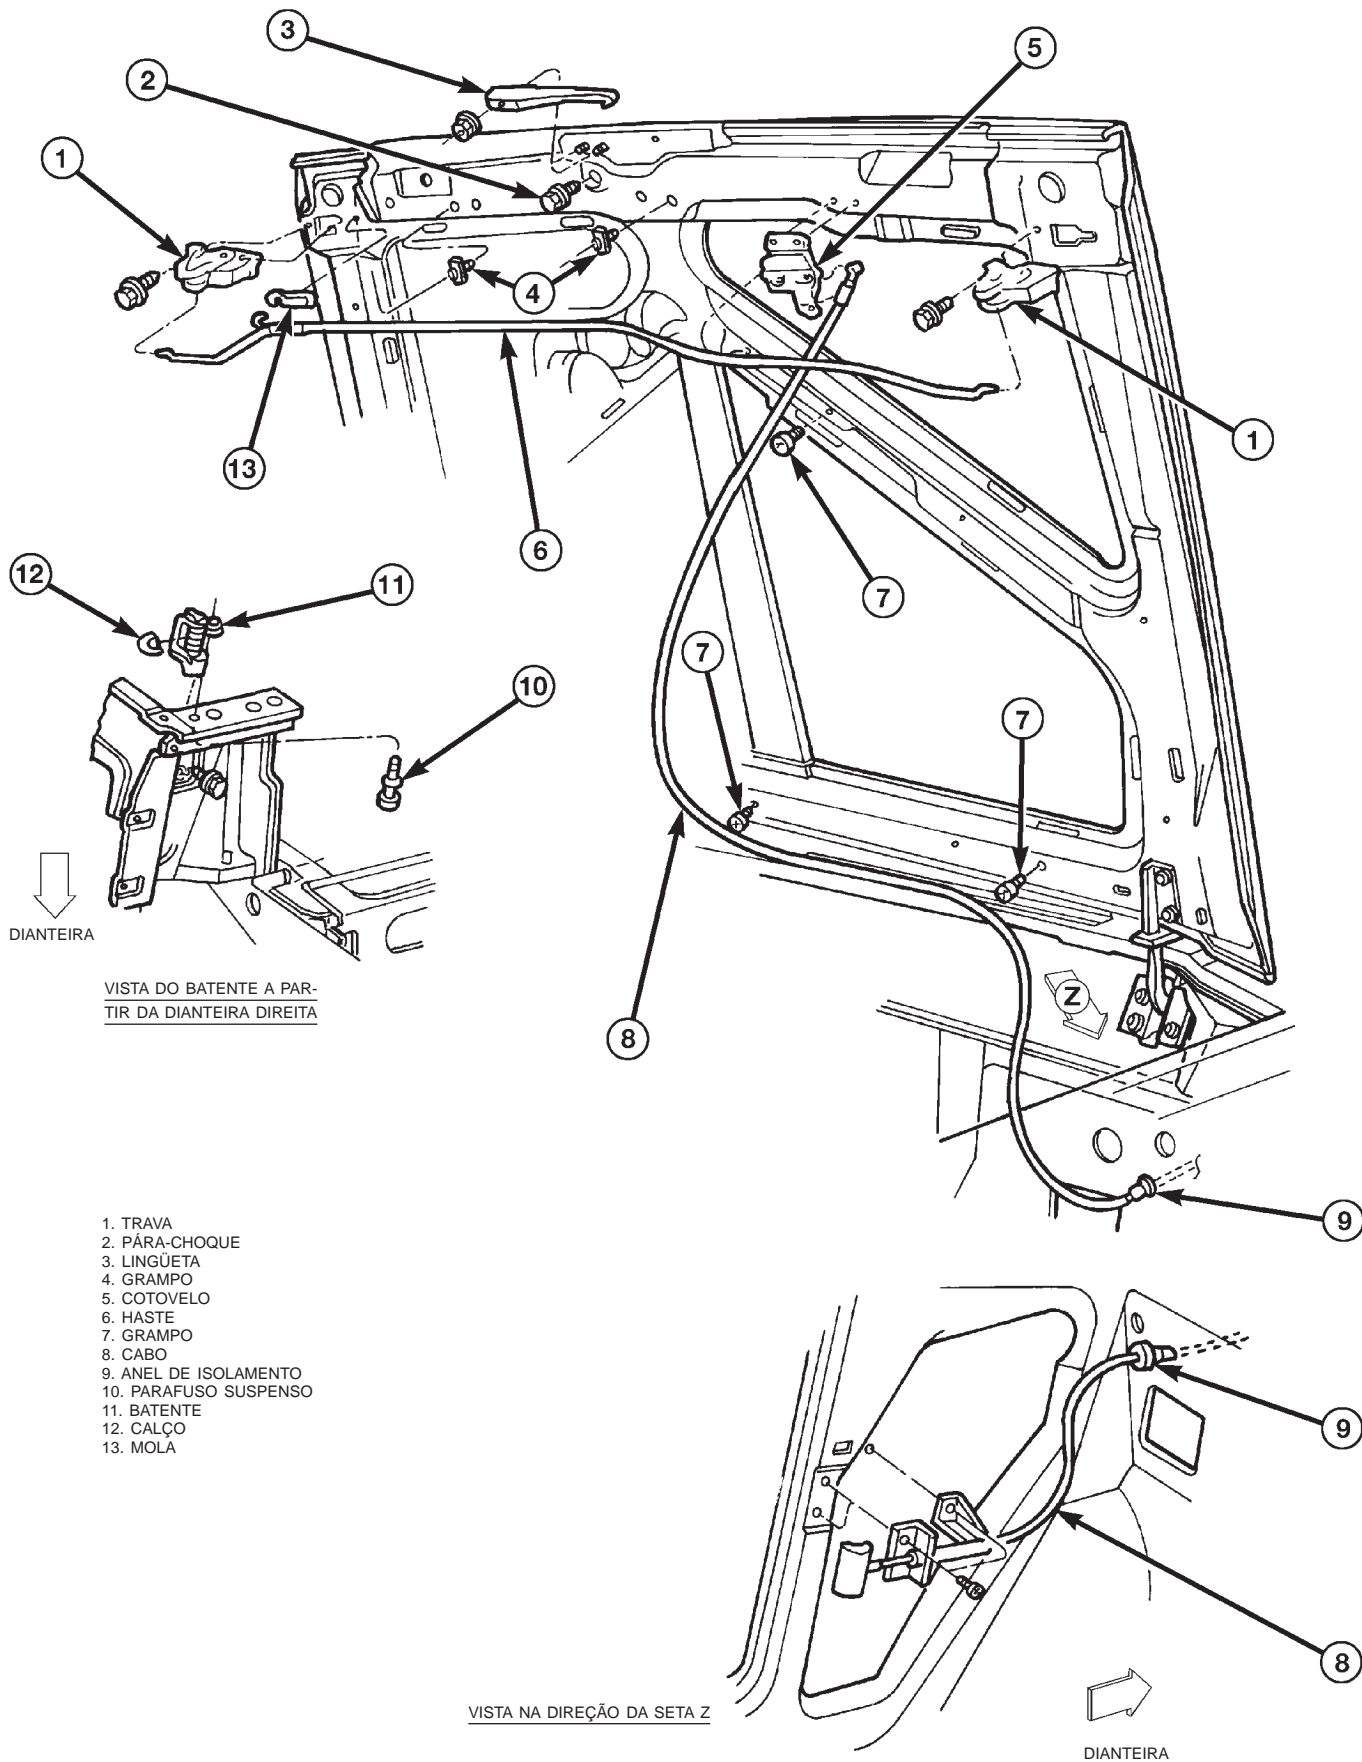

Fig. 3 Componentes do Capô
(1) Levante o capô.
(2) Se o veículo for equipado com conector de fiação de luz interna do capô, desligue-o.
(3) Desligue o cabo de liberação do cotovelo de liberação da trava.
(4) Remova os grampos do cabo de liberação da trava e remova o cabo do capô (Fig. 3).
(5) Marque a localização do capô, das dobradiças e dos calços das dobradiças, para instalação.
(6) Remova os parafusos que prendem as dobradiças ao capô.
(7) Remova o capô do veículo com o auxílio de um ajudante.